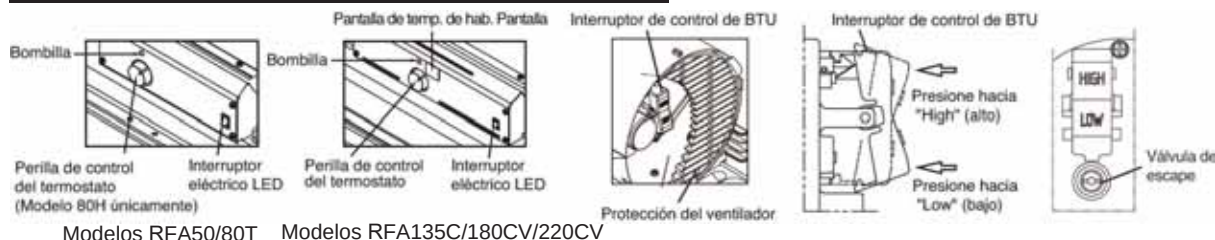

Figura 8. Controles para todos los modelos
5. Presione el "interruptor de control de BTU" al Nivel "Alto" (Consulte la figura 8). (Modelos RFA180CV/220CV únicamente)